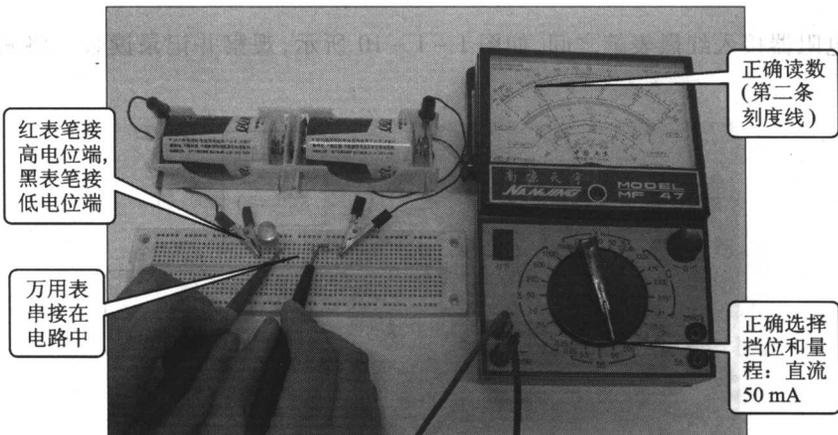

图 1-1-8 万用表测直流电流
② 切断电源,断开电路,将万用表串接在电路中。红表笔串接在高电位端,黑表笔串接在低电位端(见图 1-1-8)。